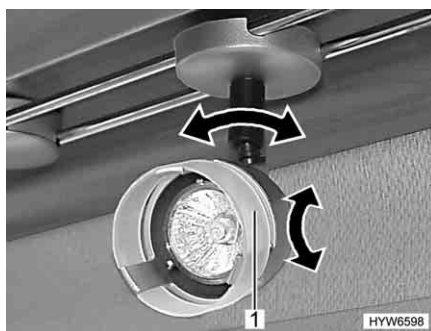

Fig. 94 Come orientare il faretto
- Afferrare l'involucro (Fig. 94,1) e girarlo.